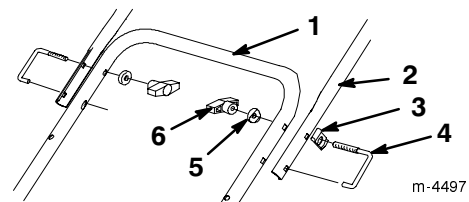

Figure 6
3. Montez la partie supérieure du mancheron comme illustré à la Figure 6.
IMPORTANT : Vous devez faire passer le câble de commande dans le guide-câble avant de serrer le verrou du mancheron (Fig. 6)